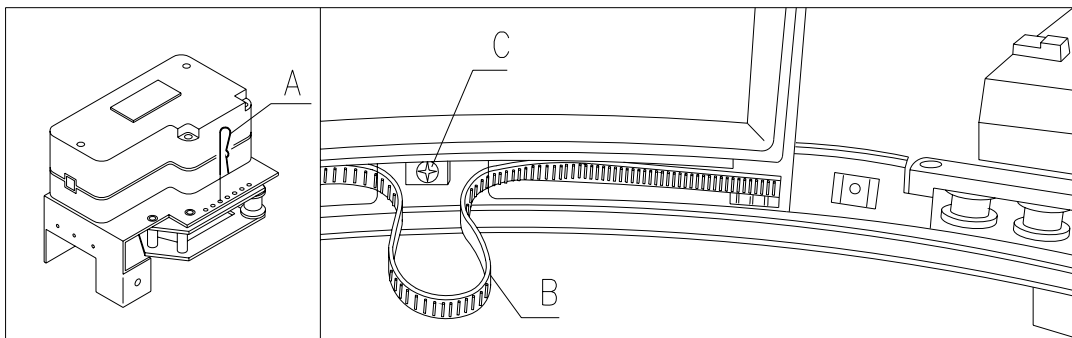
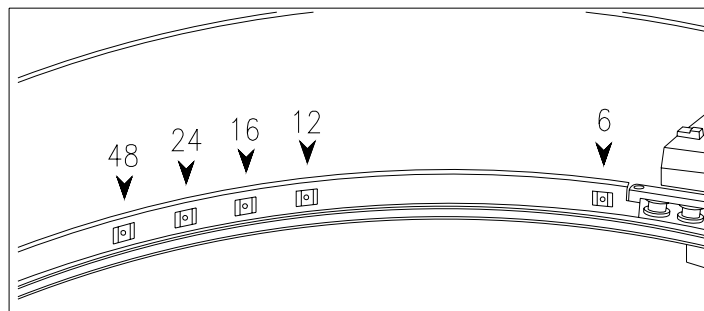

Abb. 12
Abb. 13
### 8.7 EINSTELLUNG KLAPPENÖFFNUNG ABB. 12 - ABB. 13
6. Abb. 13 veranschaulicht die Stellungen der Feststellvorrichtung bei den verschiedenen Konfigurierungen mit 6-12-16-24 oder 48 Fächern.